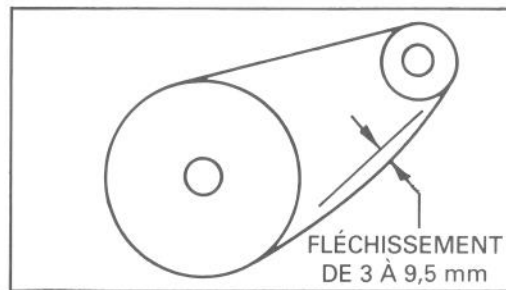

Figure 25
### RÉGLAGE DE LA CHAÎNE D'ENTRAÎNEMENT (fig. 25 à 28)
1. Vérifiez le fléchissement de la chaîne en soulevant celle-ci à mi-course sans forcer. Il doit mesurer entre 3 mm et 9,5 mm (fig. 25). Sinon, il convient d'ajuster la chaîne.